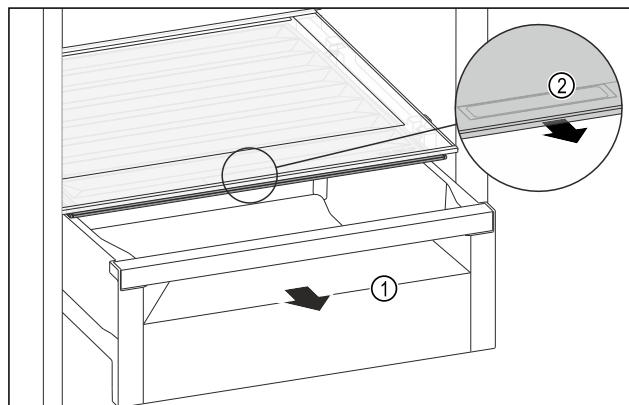

Fig. 104
- ▶ Извлеките выдвижной ящик *Fig. 104 (1)*.
- ▶ Возьмитесь за уплотненную ручку *Fig. 104 (2)* на крышке отделения и одновременно потяните крышку отделения вперед.